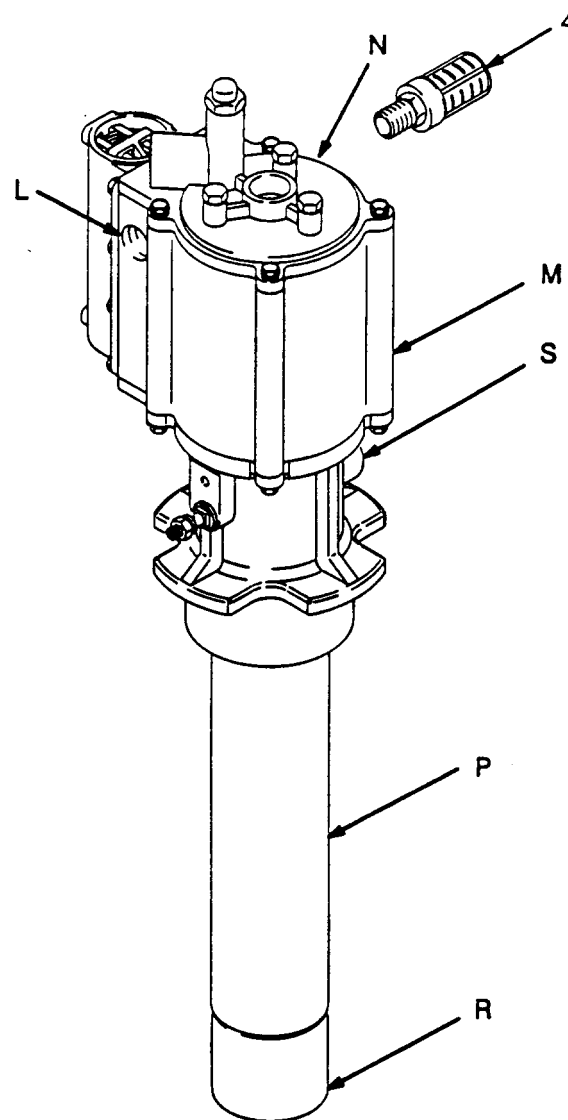

Fig. 2
El equipo consta de dos componentes principales: El motor neumático (M) y la bomba de desplazamiento (P). Véase la Fig. 2. La bomba es de diseño lineal, lo que permite atornillar directamente la bomba de desplazamiento en el motor, sin tener que utilizar varillas o barras de conexión. La bomba de desplazamiento puede ser colocada directamente en el producto que debe ser bombeado.
Instalar el silenciador de salida (41, contenido en la bolsa de piezas sueltas) en la salida (N) antes de poner la bomba en funcionamiento. Atornillar el silenciador en la salida de manera firme. Véase Fig. 2.